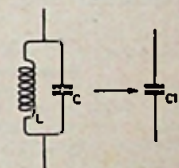

Fig. 7
b) Is daarentegen de aangelegde frequentie groter dan de resonantiefrequentie, zodat $\omega > \omega_0$, dan kan de zich capacitief gedragende kring worden vervangen door een condensator C_1 (fig. 7).